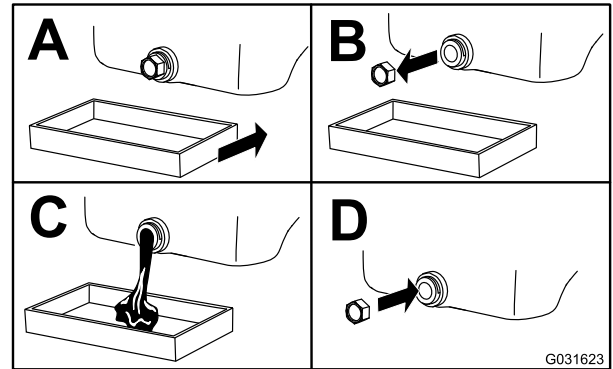

Figure 18
- Vidangez l'huile comme montré à la Figure 18.